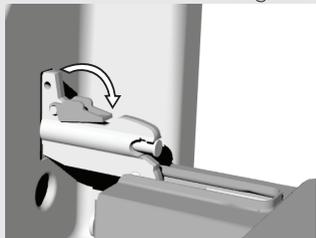

Figura 2
- Com o sistema de fecho GentleClose, faça rodar os batentes de 90° (Figura 2).